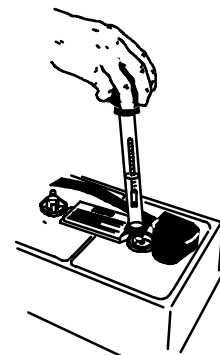

FIG. 49
1. Vérifiez la densité spécifique à l'aide d'un hydromètre, pour déterminer le niveau de charge et l'état des batteries (Figure 49). Si un ou plusieurs des éléments des batteries est (sont) plus faible(s) que les autres éléments des batteries (de 0,050 ou plus), cela signifie que l'élément (les éléments) est (sont) endommagé(s), que sa (leur) capacité est réduite ou qu'il(s) va (vont) bientôt tomber en panne. Comparez les mesures hydrométriques avec le tableau suivant pour déterminer le niveau de charge.